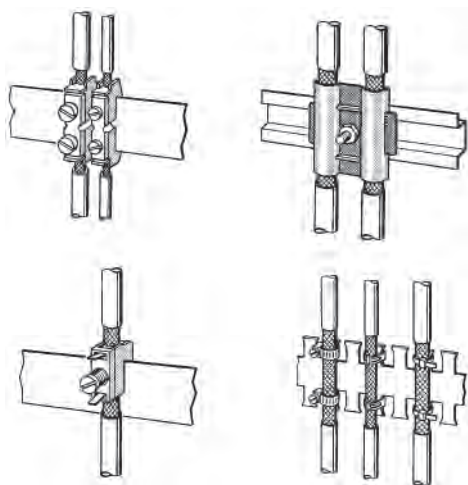

Fig. 6: Fixation des câbles blindés à l'aide de serre-câbles et de colliers de serrage (représentation schématique)
- ▶ Les serre-câbles doivent entourer généreusement le blindage et garantir un bon contact (voir Fig. 6).